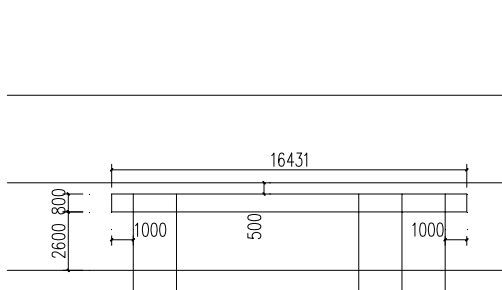

图 14-51 编辑消防管线
③ 在命令行中输入 HZGX 命令按回车键，绘制消防管线；调用 O【偏移】命令、TR【修剪】命令，编辑管线的结果如图 14-51 所示。